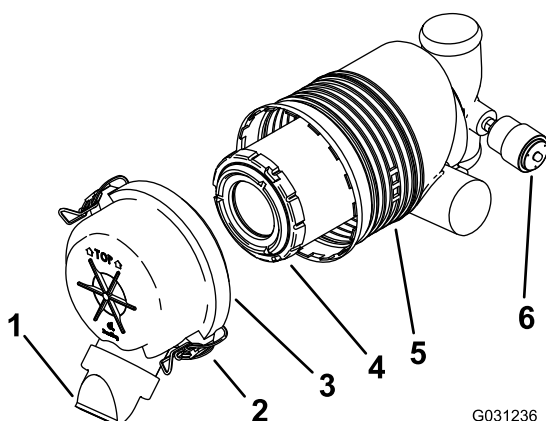

Figura 44
Importante: Effettuate la manutenzione del filtro dell'aria quando la spia diventa rossa (**Figura 44**). Sostituendo il filtro dell'aria prima del necessario aumenta il rischio che la morchia entri nel motore quando si toglie il filtro.
4. Rilasciate i dispositivi di fermo del filtro dell'aria e togliete il coperchio dal corpo del filtro (**Figura 44**).
1. Estraete con cautela il filtro dal corpo del filtro dell'aria (**Figura 44**).
4. Montate il filtro con attenzione (**Figura 44**).
5. Montate il coperchio del filtro dell'aria con il lato contrassegnato TOP (alto) rivolto in alto, quindi fissate i dispositivi di fermo (**Figura 44**).